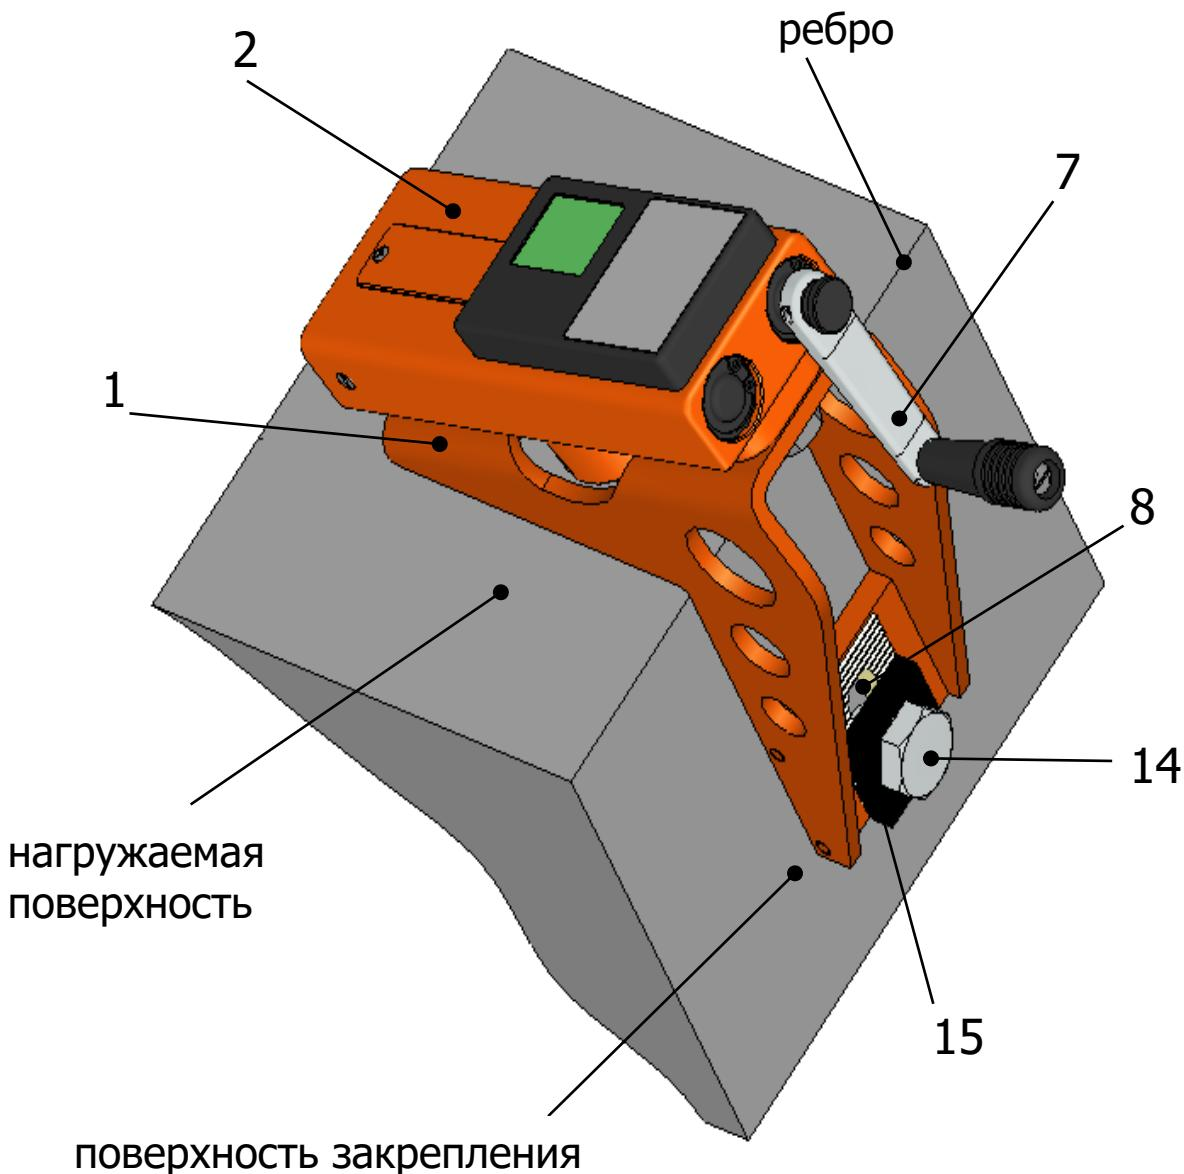

Рисунок 3
6.4.3 Силовой кронштейн плотно приложить к ребру (рисунок 3) объекта контроля, чтобы скальвающий элемент **13** гидропресса находился в контакте с нагружающей поверхностью бетона.